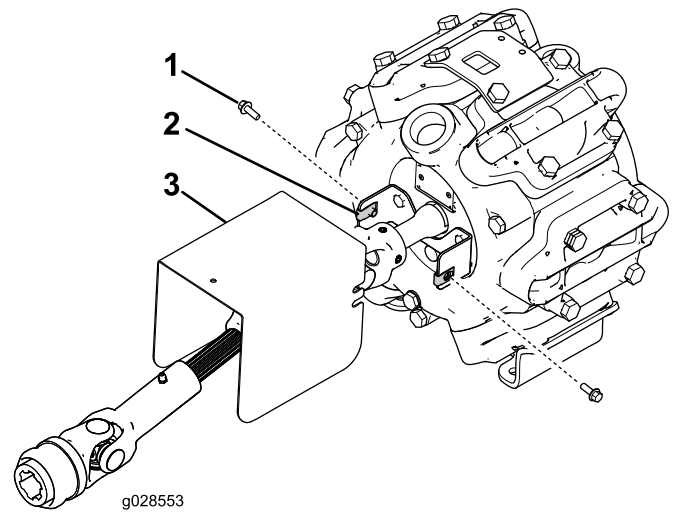

Figura 5
7. Instale o resguardo do veio propulsor no suporte do resguardo com dois parafusos de cabeça flangeada (1/4 x 3/4 pol.) e dois cliques (Figura 5).